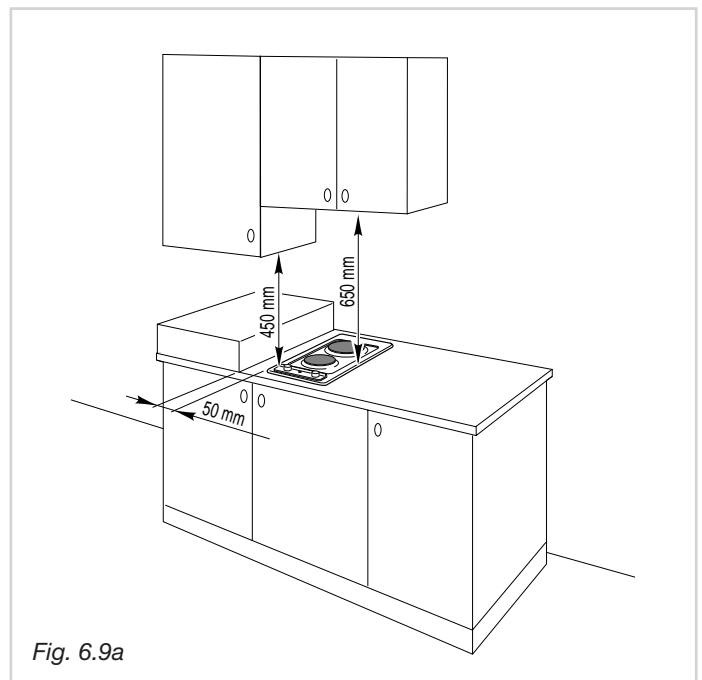

Fig. 6.9a
- allorché sopra il piano di cottura vi sia un pensile o cappa mantenere fra il piano ed il suddetto pensile o cappa la distanza minima pari a 650 mm (figure 6.9a e 6.9b).